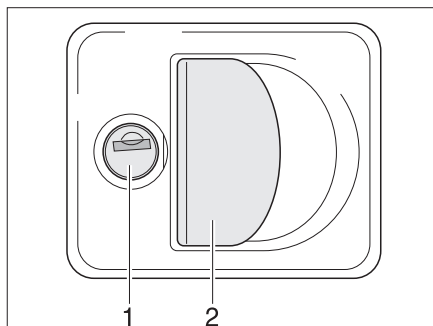

Fig. 29 Cerradura de la trampilla con tirador concha
- Introducir la llave en el cilindro de cierre (Fig. 29,1) y girarla un cuarto de vuelta. Se desbloqueó la cerradura de la trampilla.
- Tirar del asideros de la cerradura (Fig. 29,2). La trampilla exterior está abierta.